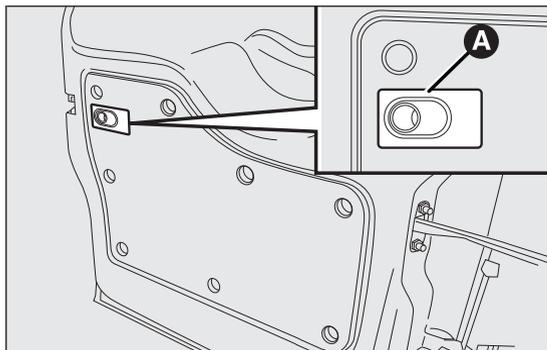

fig. 79
- agire sul dispositivo A fig. 79 ubicato sulla parte interna della porta a battente destra;